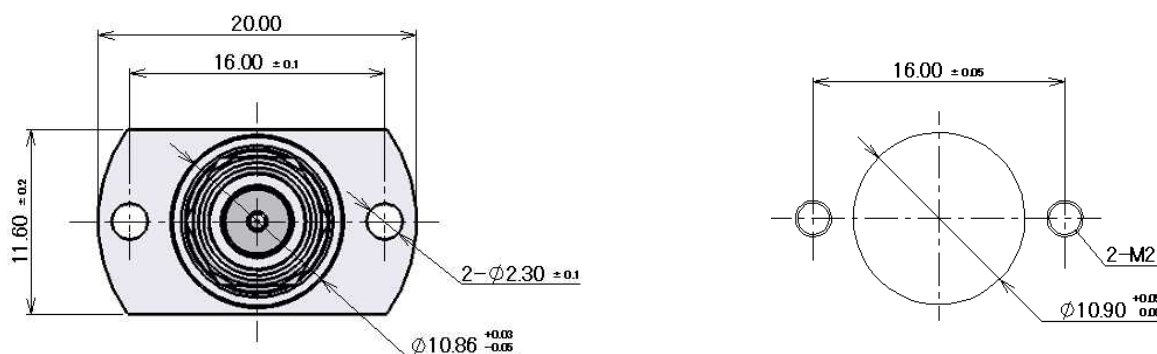

Figure.2 フランジ寸法
- 注1 Figure.2,7,8,9を参考に、治具セットの設計を行って頂けますようお願い致します。
1. Refer to above figure. 2 , 7 , 8 , 9 for layout of the jig.